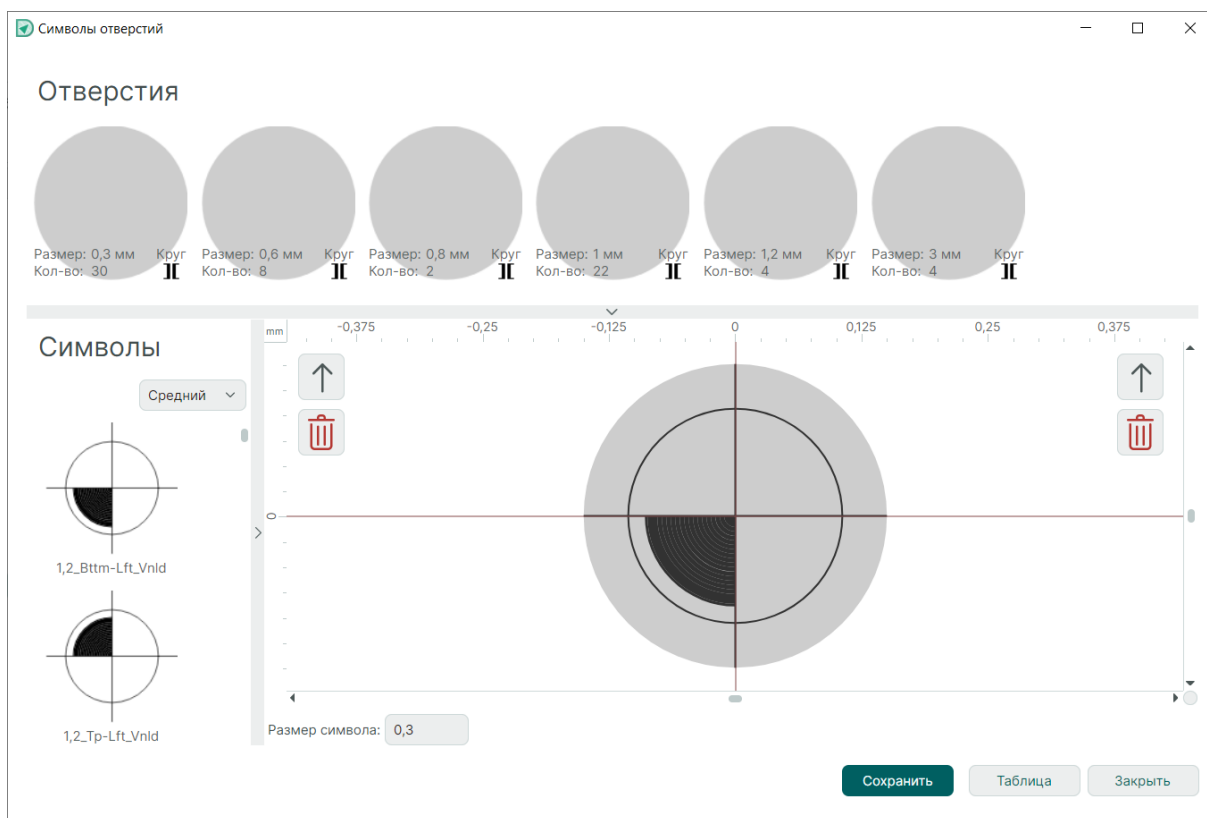

Рис. 160 Окно назначения символов отверстиям текущего проекта
3. В открывшемся окне «Символы отверстий» (Рис. 160):